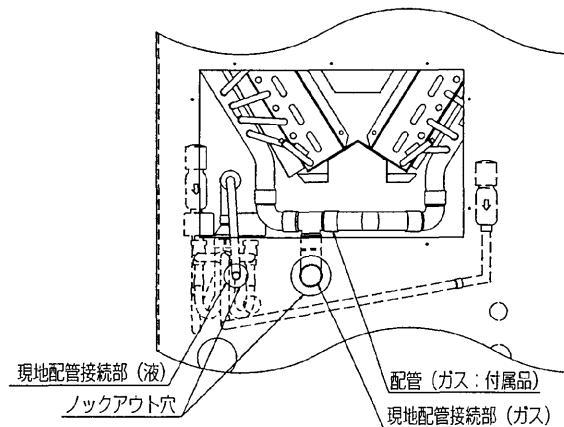
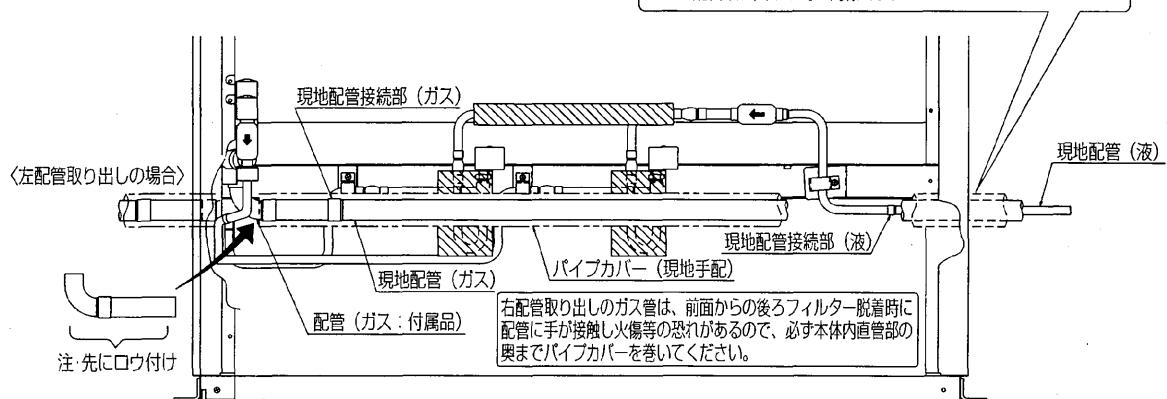

図3
図4
- (1) ファンブーリーと電動機ブーリーの平行度は、図3・表2の内容を満足するようにセットしてください。
- (2) ベルトの一本当りの張力はたわみ量Lの値を右式にて計算し、
(図3) ブーリーの平行度
(図4) ベルトの張力
- (6) 図3・図4に示す通り付属配管、現地配管を左側面サービス点検口および、前面から口ウ付接続を行ってください。
現地配管接続部 図4 →付属配管接続部 図3